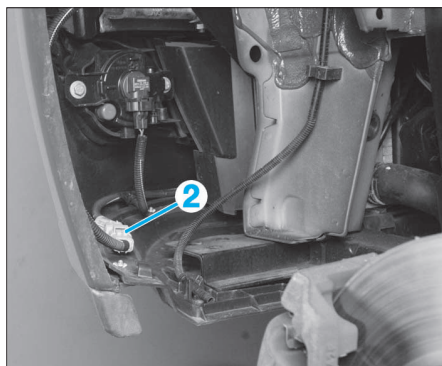

FIG. 3
- les agrafes (2),
- la vis (3),
- Débrancher le connecteur (2) (selon niveau d'équipement) (Fig.3).